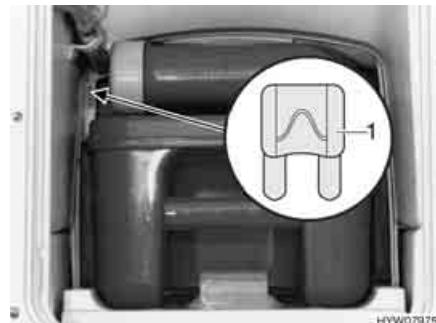
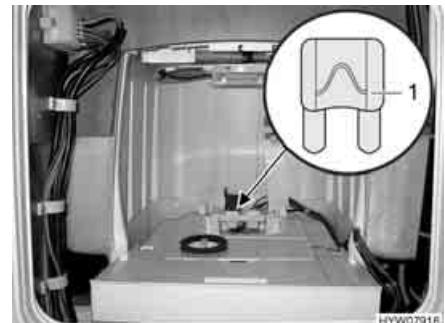

Fig. 151 Fusibile della toilette Thetford
Fig. 152 Fusibile della toilette Thetford (alternativa)
- Sostituire il fusibile (Fig. 151,1 o Fig. 152,1).